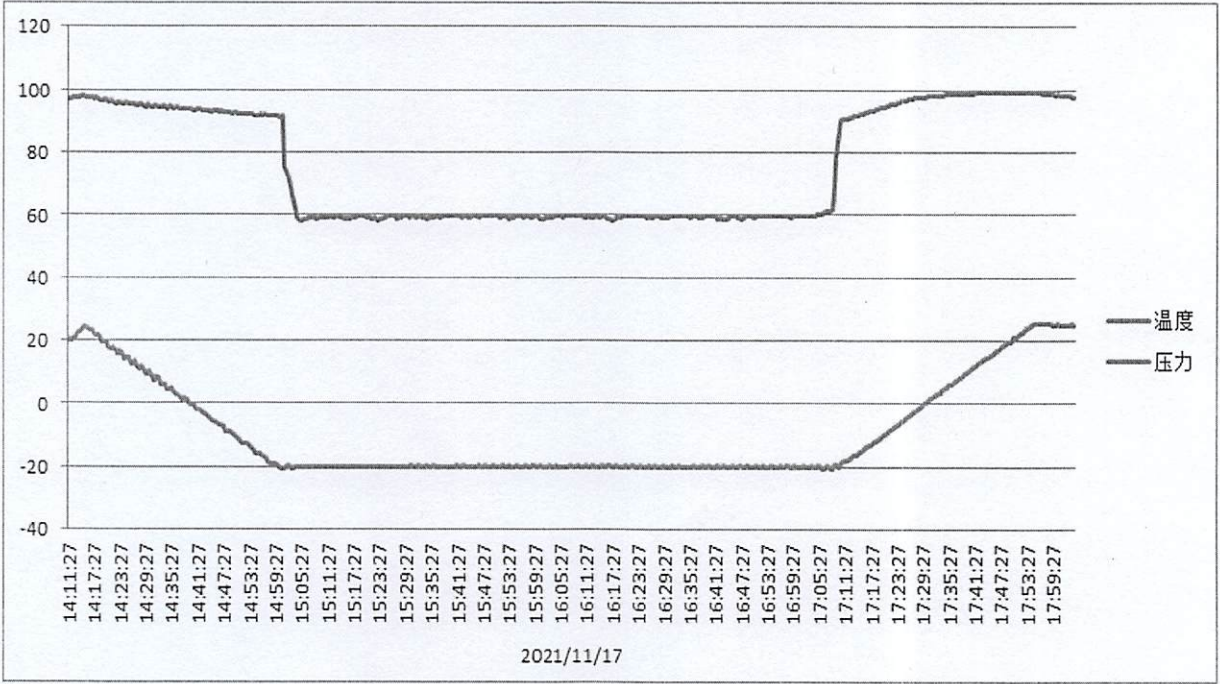

图 1 低温低气压试验曲线
- c. 5min将试验箱内压力恢复至常压，试验中对样品进行了通电检测，试验所施加的压力应力曲线见图1。